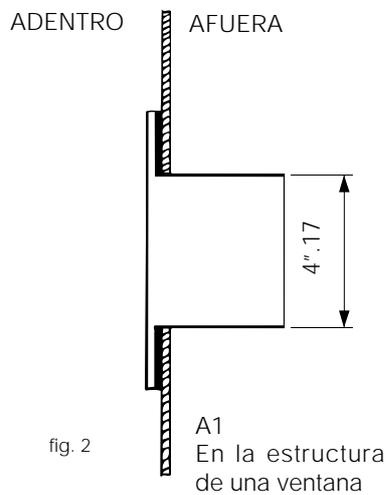

fig. 2
- Asegúrese que las aberturas de entrada y salida (figs. 2 y 3) no estén bloqueadas.